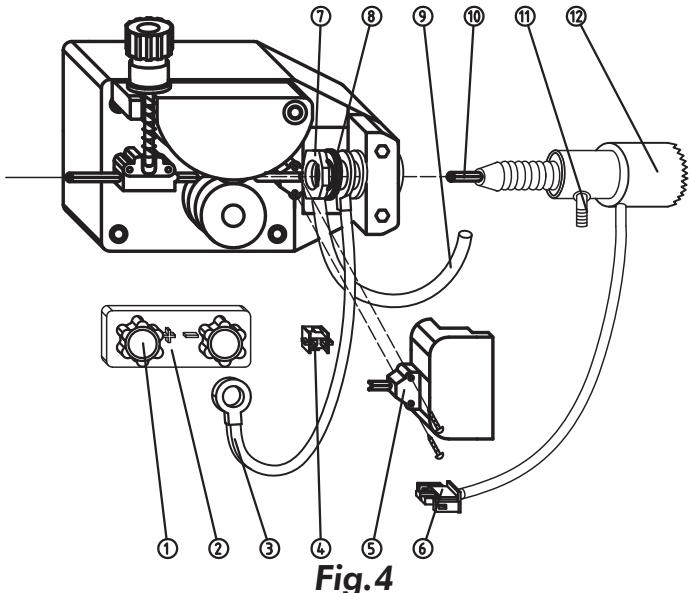

Fig.4
- Führen Sie den Brenner in seinen Sitz ein und befestigen ihn (mit der beiliegenden Mutter) am Drahtvorschubmotor. Achten Sie darauf, daß der Eingang des "Drahtführungsschlusses" auf einer Linie mit dem Kanal zwischen den beiden Drahtvorschubrollen liegt. Um das Verständnis zu erleichtern, wird in den folgenden Zeichnungen die richtige Anbringung eines Schweißbrenners mit getrenntem Anschluß näher dargestellt (ABB.4). Verbinden Sie den Gasschlauch mit dem Anschluß des Brenners und befestigen ihn mit einer Metallschelle. Die beiden Steckerkontakte des Brennerknopfes verbinden und mit geeignetem Isolierabdeckung abdecken.